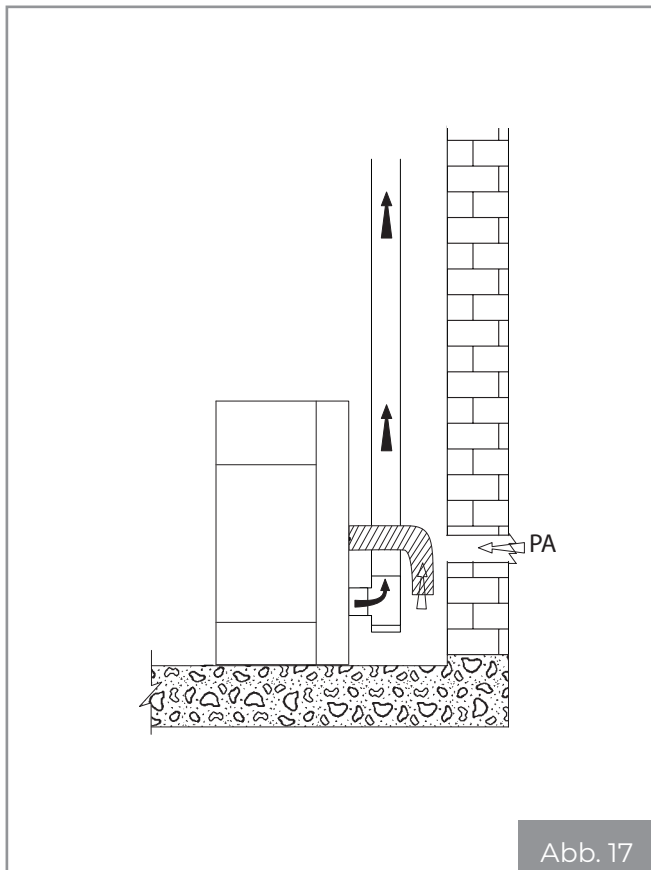

Abb. 17
- aus der Installationsumgebung oder aus geeigneten Nebenräumen kommend (**Abb. 17**).